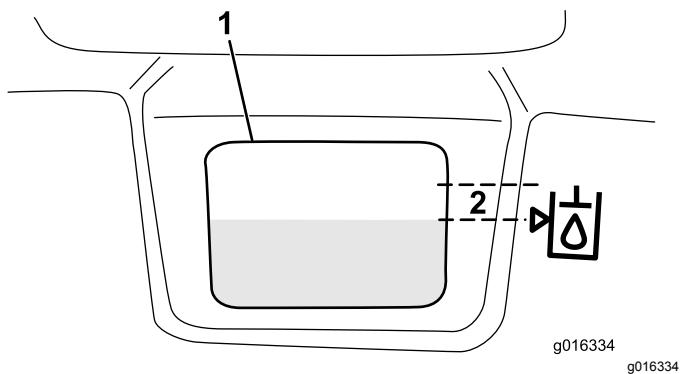

Figura 33
3. Llene el depósito lentamente con aceite hidráulico apropiado hasta que el nivel esté a 6 mm o menos de la flecha del símbolo que está junto a la mirilla blanca de la parte delantera del depósito (Figura 33). No llene demasiado.